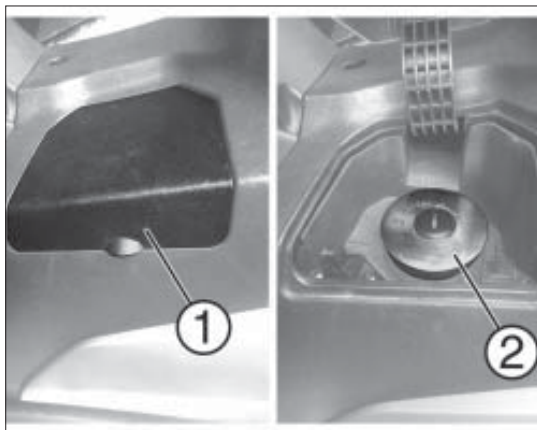

fig. 4
- Aprire lo sportello 1 fig. 4;
- Rimuovere il tappo serbatoio 2 fig. 4.